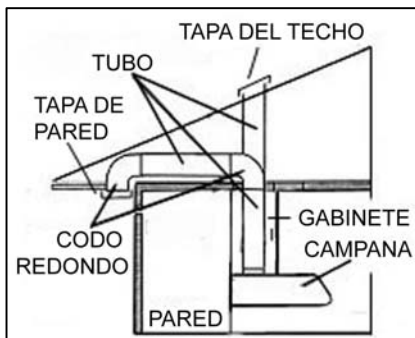

Figura 6
- Decida la ubicación para colocar el conducto de ventilación de la campana hacia el exterior. Consulte la Figura 6.